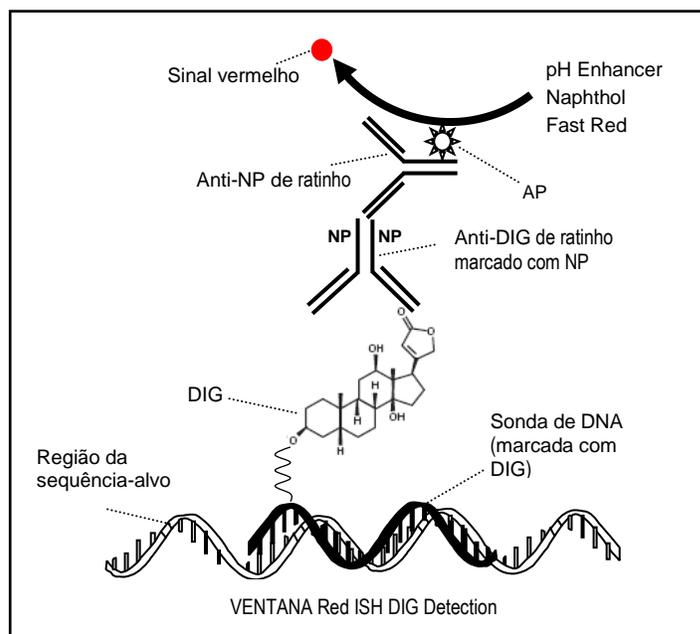

Figura 1. Reação de VENTANA Red ISH DIG.
VENTANA Red ISH DIG Detection Kit deteta sondas marcadas com digoxigenina (DIG) ligada a uma sequência em secções de tecido fixado em formol e impregnado em parafina (FFPE). Este kit de detecção inclui os seguintes dispensadores: anticorpo primário anti-DIG de rato marcado com nitropirazol (NP), conjugado de anticorpo secundário anti-NP de rato para fosfatase alcalina (AP), pH Enhancer, Naphthol e Fast Red. A seguir ao desenvolvimento do sinal SISH, a lâmina é incubada com o anticorpo primário anti-DIG de rato marcado com NP, que se liga ao hapteno de DIG na sonda. O anticorpo primário anti-hapteno é detetado com anti-NP de rato conjugado para enzima AP. A lâmina é incubada com a solução pH Enhancer, que fornece os componentes e concentrações salinas adequados e o tamponamento do pH para um desempenho ótimo da enzima AP. A seguir, é aplicado fosfato de naftol, que funciona como substrato da enzima AP (a AP desfosforila o naftol). Fast Red, que é adicionado à lâmina em seguida, combina-se com o naftol desfosforilado para produzir um precipitado vermelho, que é prontamente visualizado através de microscopia ótica. A Figura 1 ilustra a reação de Red ISH DIG. A amostra é depois sujeita a coloração contrastante com Hematoxylin II para interpretação por microscopia ótica.
Para obter informações mais pormenorizadas sobre o funcionamento do instrumento, consulte o Manual do utilizador apropriado. A Figura 1 ilustra o método de detecção indireta.